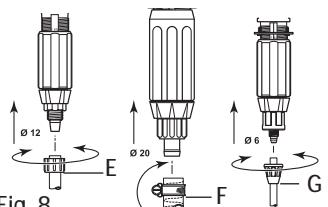

Fig. 8
- Draai de slangwartelmoer (Fig. 8-E) onder aan de zuigbuis los en schuif hem over de zuigslang.
- Draai de slangwartelmoer (Fig. 8-G) onder aan de zuigbuis los en schuif hem over de zuigslang.
- Met een schroevendraaier de ring (Fig. 8-F) losdraaien.